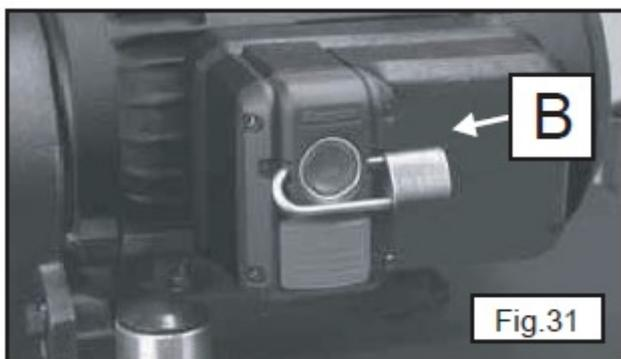

Рис. 31
ВАЖНО! Если станок не используется, выключатель должен быть заперт в положении ОТКЛ. (OFF) для предотвращения несанкционированного на висячий замок (B), рис. 31, скобой диаметром 8, 17 мм. **Примечание:** для ясности показан выключатель другой конструкции.